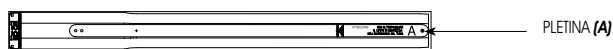

Fig. 7
3) LAS PLETINAS (Fig.7 ref.A), MONTADAS ENCIMA DEL MANGUITO MOTOR Y TAPA (Fig.1 ref. ❶ - ❷), DURANTE EL ENSAMBLAJE DEL RODILLO ELÉCTRICO DEBEN DESLIZARSE POR EL EXTERIOR DEL RODILLO FIJO.